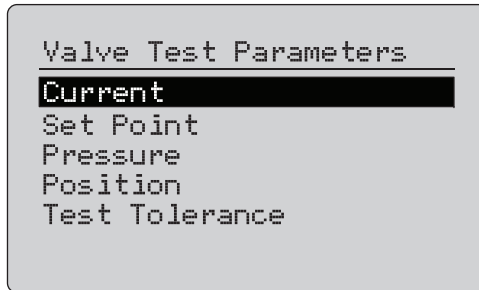

Рисунок 57. Проверки клапана
1. В меню SETUP (Настройка) калибратора (см. Рисунок 9) выберите **Valve Test Parameters** (Параметры проверки клапана), чтобы просмотреть соответствие переменных. См. Рисунок 57.